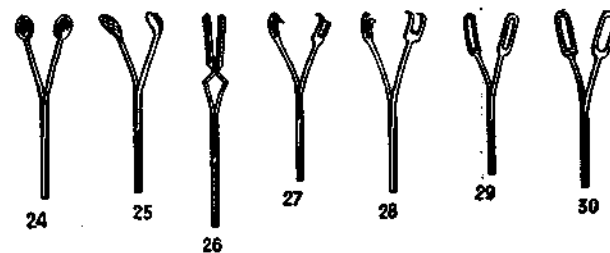

Рис. 3.- Наконечники:
5.6. Наконечники. В приборе имеются семь различных по форме и размерам наконечников к щипцам для взрослых (рис. 3) и два сменных наконечника с проводниками к щипцам для детей: окончательный и «когти». Наконечник и проводник в них неразъемны.